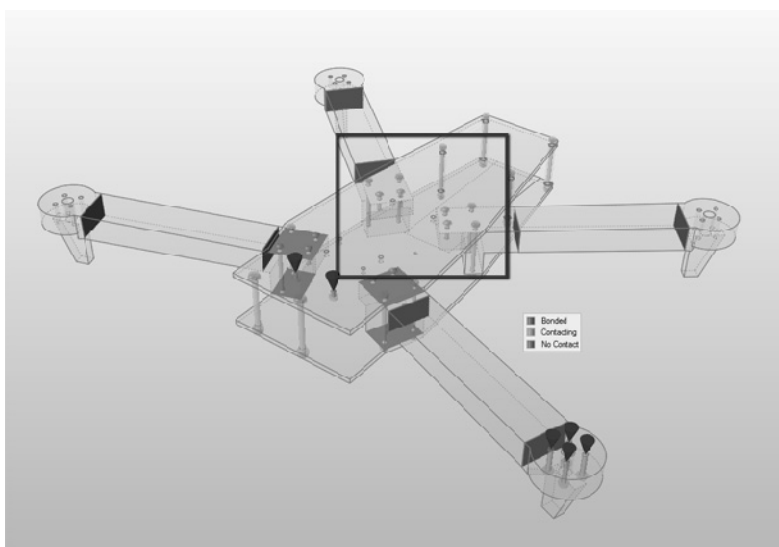

图 11-29
3) 如果需要, 可以选择单个接触, 改变其类型。例如, 按住 <Ctrl> 键, 选择图 11-29 所示中 4 个绿色显示的接触。